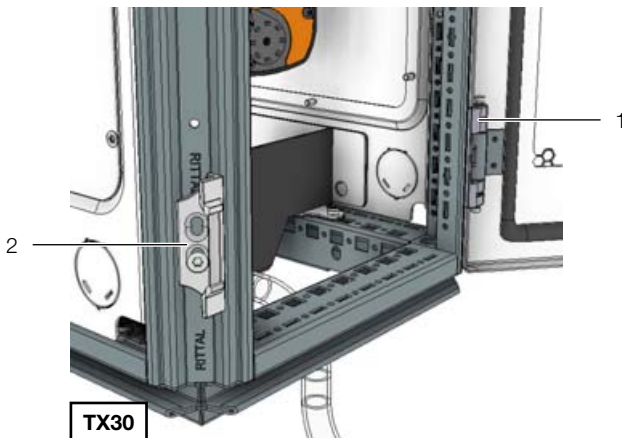

Abb. 27: Befestigungselemente am Liquid Cooling Package – Rückansicht
- Scharnierbolzenaufnahmen (Abb. 27, Pos. 1) sowie zugehörige Verschlusssteile (Abb. 27, Pos. 2) am LCP Inline demontieren und analog hinten am Adapter wieder montieren.